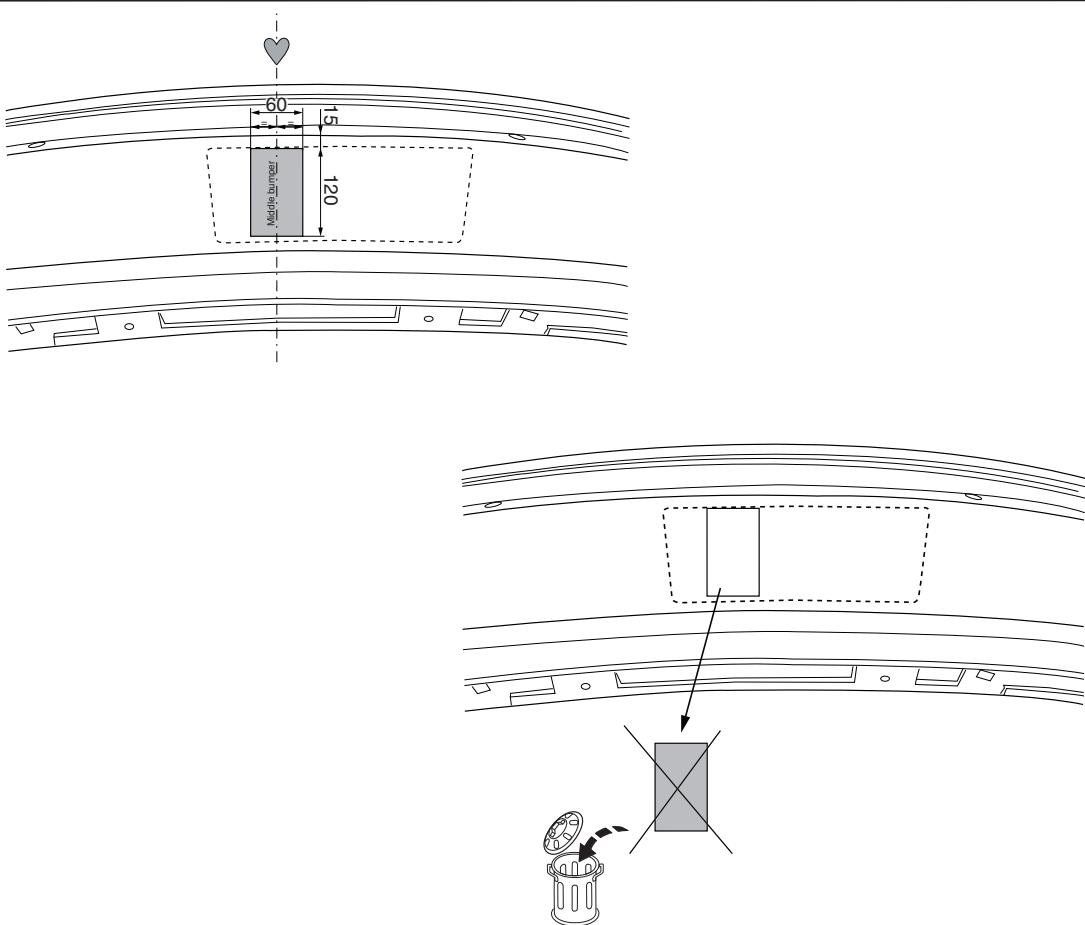

Fig. 3
5. **Внимание! При необходимости:** Выпилить обозначенную часть, как указано на рис. 3.